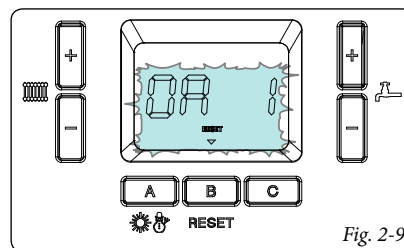

Fig. 2-9
- "0Axx" per le anomalie resettabili (fig. 2-9). (Prima che abbia effetto il reset dell'anomalia è necessario attendere che la caldaia finisca la funzione di post ventilazione, tale funzione ha la durata di circa 60 secondi).